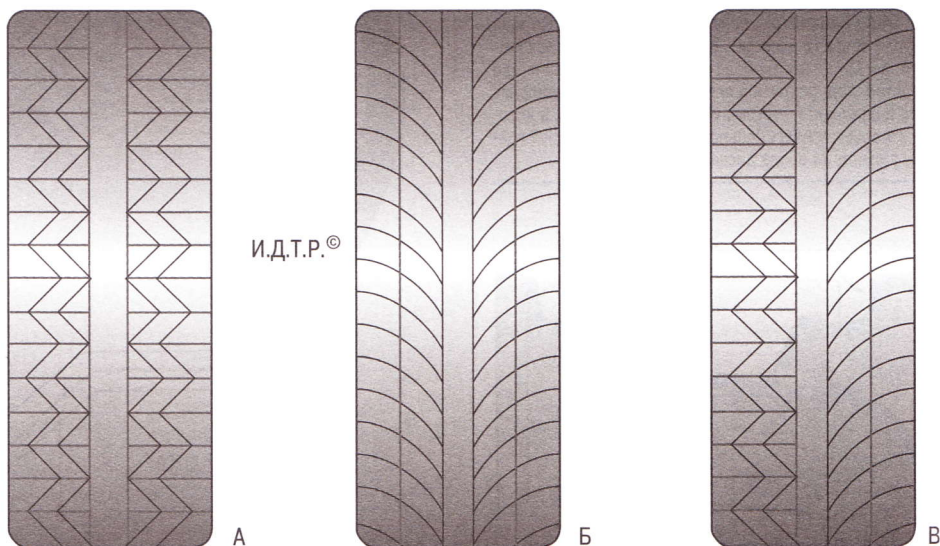

Рис. 14.4. Виды рисунков протектора: А – ненаправленный; Б – направленный; В – асимметричный
– **ненаправленный рисунок** (рис. 14.4, А) – симметричный относительно радиальной плоскости колеса (проходящей через его ось вращения). Является наиболее универсальным, поэтому большая часть шин выпускается именно с этим рисунком;
– **направленный рисунок** (см. рис. 14.4, Б) – симметричный относительно центральной плоскости вращения колеса (проходящей через середину протектора). Он обладает улучшенной способностью отвода воды из пятна контакта с дорогой и пониженной шумностью. Запасное колесо совпадает по направлению вращения только с колесами одной стороны автомобиля, но временная установка его на другую сторону допустима при условии движения на небольших скоростях;
– **асимметричный рисунок** (см. рис. 14.4, В) – несимметричный относительно центральной плоскости вращения колеса. Его используют для реализации разных свойств в одной шине. Например, наружная сторона шины лучше работает на сухой дороге, а внутренняя – на мокрой.